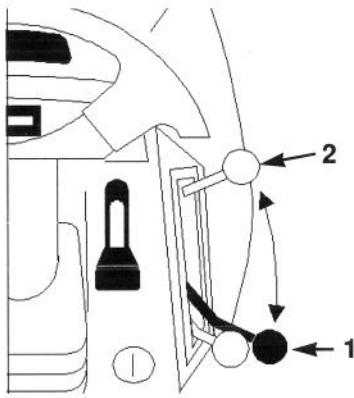

Figure 13
Le régulateur de vitesse est en option sur certains modèles. Un levier situé sur le tableau de bord (Fig. 13) commande la mise en service du régulateur de vitesse, qui maintient la position de commande de déplacement sans pression du pied. Le régulateur de vitesse est prévu pour être utilisé en marche avant seulement. Ne pas l'utiliser en marche arrière.
1. Tout en gardant le pied sur la commande de déplacement, tirer en arrière le levier du régulateur de vitesse, (Fig. 13) jusqu'à la position "OFF".